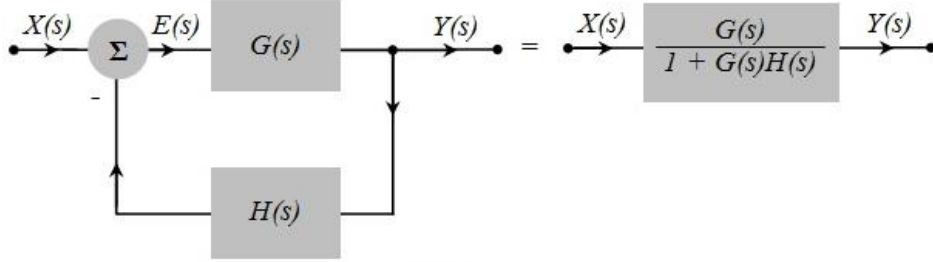

Figura 7: Representação em diagrama de blocos em malha fechada.
Particularmente, quando a saída de um sistema é realimentada à entrada (Figura 7), a função de transferência equivalente pode ser calculada da seguinte forma:
Desta forma, um sistema realimentado, como o da Figura 7, pode ser substituído por um bloco único com a seguinte função de transferência:
2. Baseado no sistema realimentado da Figura 7 com  $G(s) = \frac{K}{s(s+8)}$  e  $H(s) = 1$ , determine a função de transferência para cada um dos seguintes casos: